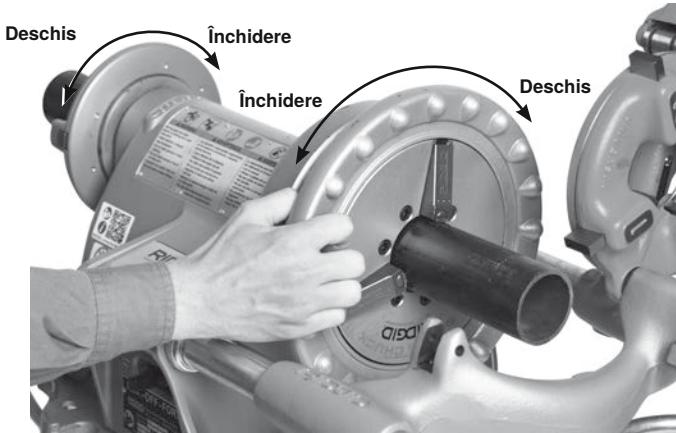

Figura 14 – Prinderea țevii în mandrină
- Rotiți dispozitivul de centrare spate în sens anterior (văzut dinspre spatele mașinii) pentru a se închide pe țeavă (Figura 14). Asigurați-vă că țeava este centrată în inserturi. Acesta îmbunătățește sprijinul țevii și dă rezultatele mai bune.
- Rotiți roata de mână a mandrinei frontale în sens anterior (văzut dinspre fața frontală a mașinii) pentru a se închide pe țeavă. Asigurați-vă că țeava este centrată în inserturi. Folosiți rotații anterioare forțate și repetate ale roții de mână pentru a asigura țeava în mandrina frontală (Figura 14).